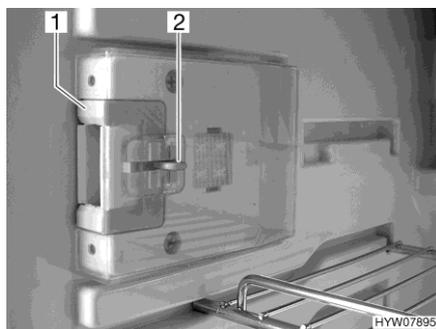
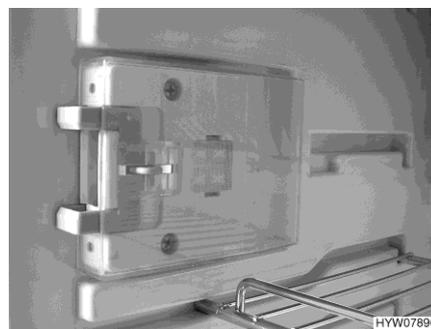

Fig. 163 Dispositivo di chiusura (posizione normale)
Fig. 164 Dispositivo di chiusura (posizione di ricircolo d'aria)
■ Premere il dispositivo di sblocco (Fig. 163,2).
■ Spingere il dispositivo di chiusura (Fig. 163,1) in avanti (Fig. 164).